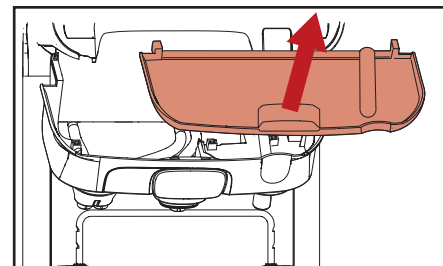

Abb. 5.11 – Innere Tropfschale entfernen
- c. Entfernen Sie die interne Tropfschale und reinigen Sie sie, wenn nötig (Abb. 5.11).